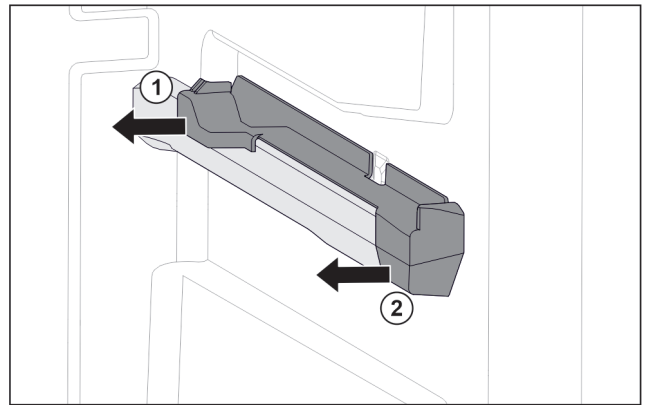

Fig. 149 Felhúzható elem a jobb oldali tartóbordán
- ▶ Oldalra húzza le a felhúzható elemet. Fig. 149 (1)
- ▶ Húzza előrefelé a felhúzható elemet. Fig. 149 (2)